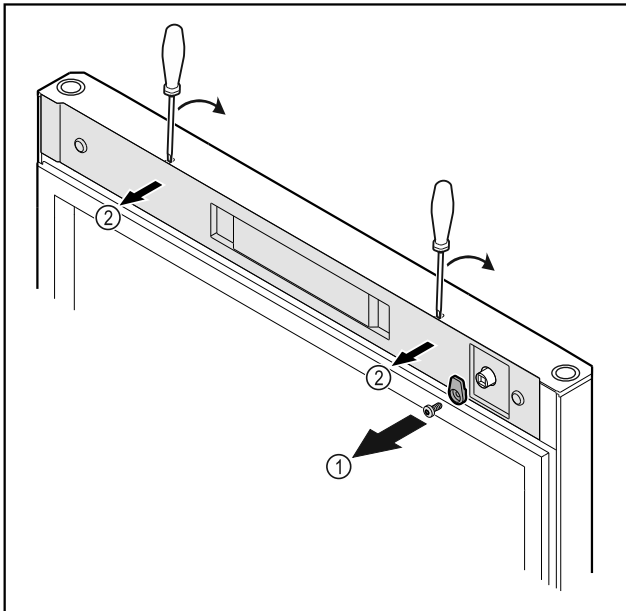

Fig. 14
- ▶ Schließhaken Fig. 14 (1) abschrauben.
- ▶ Abdeckung Fig. 14 (1) mit einem kleinen Schraubendreher ausrasten und abnehmen.